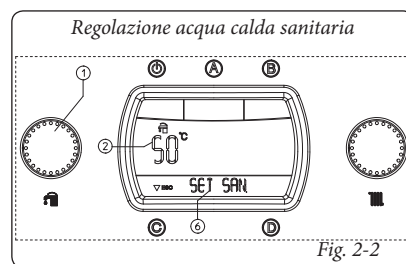

Fig. 2-2
• **Estate ()**: in questa modalità la caldaia funziona solo per il riscaldamento dell'acqua calda sanitaria, la temperatura viene impostata tramite il selettore (1) e la relativa temperatura viene visualizzata sul display (24) mediante l'indicatore (2) e compare l'indicazione "SET SAN." (Fig. 2-2). Ruotando il selettore (1) in senso orario la temperatura aumenta e antiorario diminuisce.